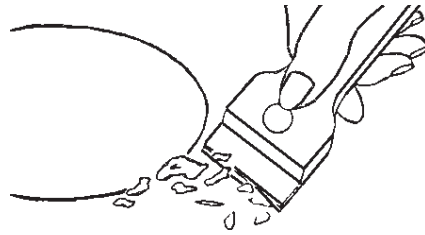

Abb.3
N.B. - Für den Gebrauch der Heizelemente empfehlen sich Töpfe mit geradem Boden (Abb.3) und gleichem oder nur wenig größerem Durchmesser.
Instandhaltung (Abb. 3)